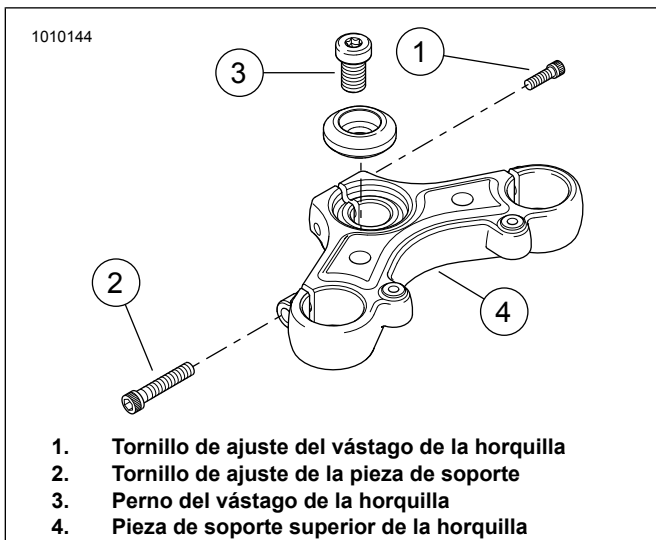
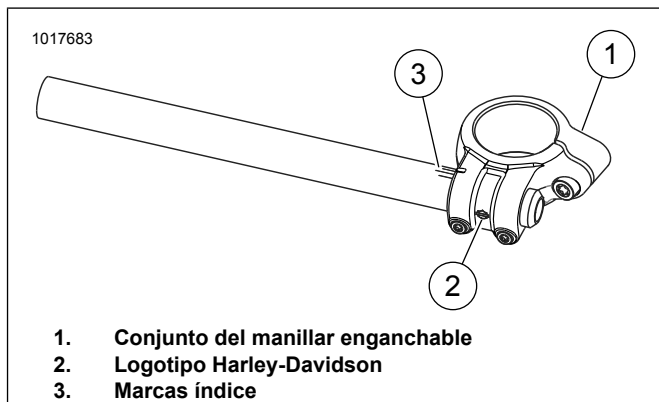
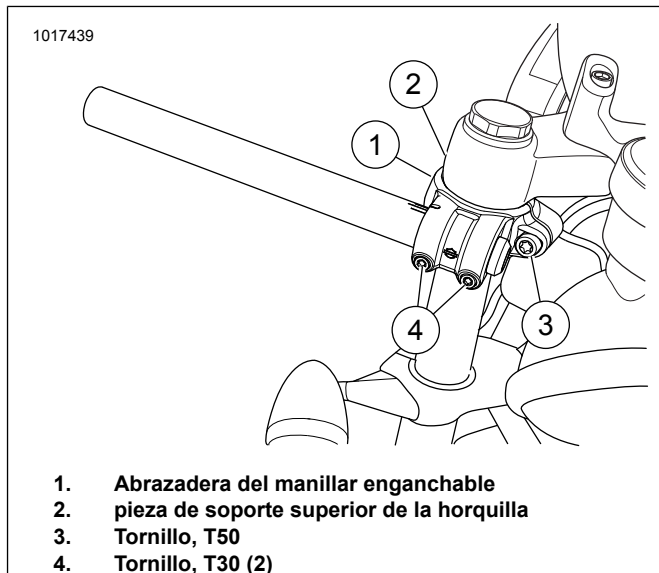

Figura 1. Pieza de soporte superior de la horquilla
Figura 2. Manillar enganchable, (se muestra el lado derecho)
Figura 3. Instalación del manillar enganchable
1. Vea Figura 1. Afloje el tornillo de ajuste del vástago de la horquilla (1).
2. Afloje los tornillos de ajuste de la pieza de soporte superior (2).
3. Quite el perno del vástago de la horquilla (3).
4. Afloje los tornillos de la pieza de soporte superior (2).
5. Quite la pieza de soporte superior de la horquilla (4).
6. Vea Figura 2. Deslice el conjunto enganchable (1) por encima del tubo de la horquilla. El logotipo Harley-Davidson (2) debe estar hacia arriba y mirando hacia afuera.
7. La marca índice del centro (3) debe alinearse con el indicador de la abrazadera.
10. Vea Figura 1. Ponga la pieza de soporte superior de la horquilla en su lugar.
11. Instale el perno del vástago de la horquilla (3). Ajuste con los dedos en este momento.
12. Instale los tornillos de ajuste de la pieza de soporte (2). Ajuste con los dedos en este momento.
13. Vea Figura 3. Deslice los conjuntos enganchables hacia arriba de los tubos de la horquilla hasta que toquen la parte inferior de la pieza de soporte superior de la horquilla.